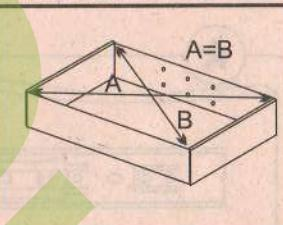

рис. 3
Замечание: перед тем, как прибить заднюю стенку 9оргапит), необходимо выставить равенство диагоналей А и В (рис. 3)
- Прикрепить с помощью саморезов части⑥ металлических направляющих к бокам шухляды, смотрите рис.3.
- Соединить фасад шухляды④ шкантами④ с каркасом шухляды.